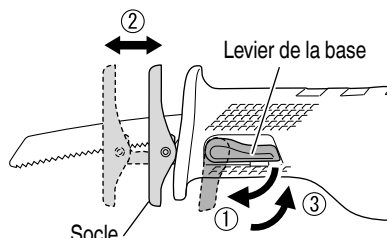

Fig. 14
- (1) Couper l'interrupteur et sortir la batterie.
- (2) Pivoter le levier de la base dans le sens des aiguilles d'une montre et faire glisser la base sur la position désirée. La base peut être ajustée sur cinq positions.
- (3) Pivoter le levier de la base dans le sens inverse des aiguilles d'une montre pour fixer la base en place. (Fig. 14)